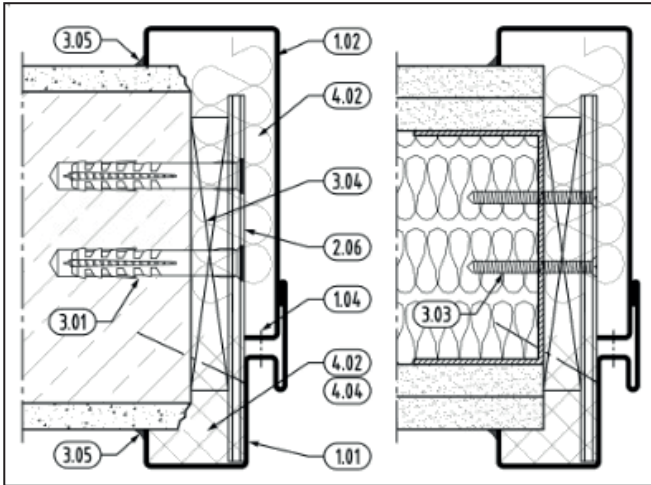
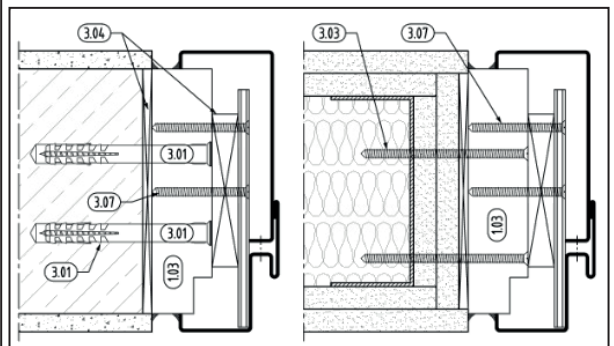

Abb. 4.5 („Typ W“)
Abb. 4.8
(Abb. 4.5 – Abb. 4.8)
Bei Ausführung mit Montageblock (1.03), sind die Abstände der Befestigung - Montageblock zum Wandbauteil - aus den Ecken ≤ 200 mm und untereinander ≤ 500 mm einzuhalten. (Abb. 4.8)
- Hohlräume zwischen Funktionswinkel (1.01) und Wandbauteil (bzw. Montageblock) mit Montageschaum (4.04) oder Mineralwolle (4.02) vollvolumig verfüllen. (Abb. 4.5)